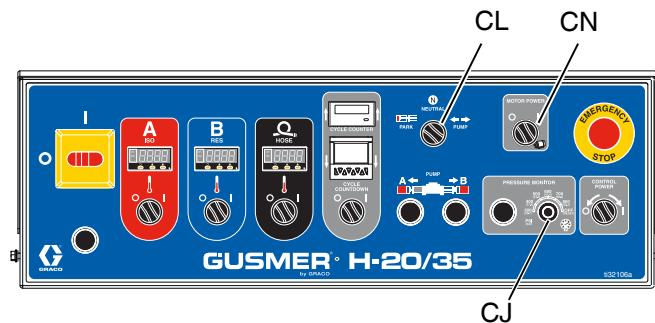

Fig. 39
9. Tournez le bouton de monitorage de la pression (CJ) sur OFF (Arrêt). Voir la FIG. 39.
10. Lancez le moteur hydraulique en activant l'interrupteur d'alimentation du moteur (CN). Tourner l'interrupteur de commande (CL) de la pompe sur POMPE.